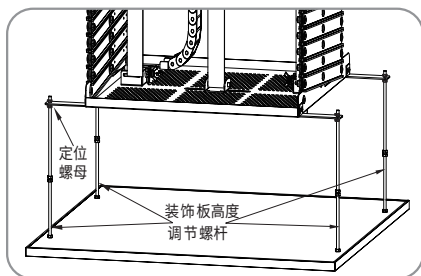
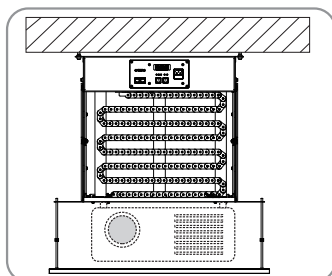

图18
图19
13. 调节天花装饰板的高度，天花装饰板四个角上装有长度约250mm的螺杆，用户可以根据所安装天花板的实际高度，调节螺杆上定位螺母的位置，来达到调节天花装饰板高度的目的（图18），最大高度约200mm左右（图19），调节完成后必须将螺母拧紧以防松脱。